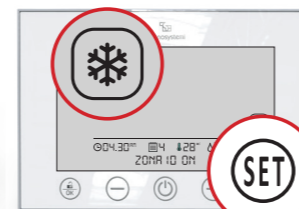

Fig. 10
5.2 Raffrescamento . Con crono master sbloccato, entrare in modalità setting e mediante il tasto e scegliere il simbolo e confermare con il tasto . Se il sistema prevede il protocollo di comunicazione IR ed è attivo il Telecomando IR, verificare il lampeggio del valore 23 al centro del display LCD (Fig. 10).